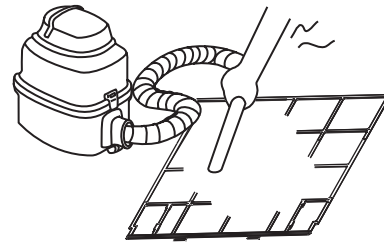

Рис.6-2
- Під час використання пилососа вхідна сторона повинна дивитися вгору. (Див. рис. 6-2)